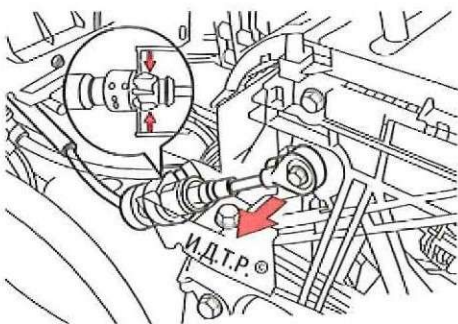

Рис. 6.21. Отсоединение троса механизма переключения передач
24. Отсоедините трос механизма переключения передач в сборе (рис. 6.21) от устройства управления блокировкой селектора.